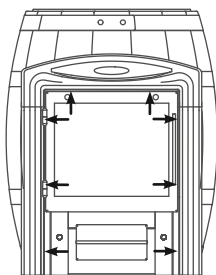

Рисунок 7. Места установки саморезов
1. открутить саморезы 8 шт., которыми прикрепляется рамка с дверцей к топливному каналу, и снять ее (см. рисунок 7);
При необходимости получения горячей воды за более короткий срок, допускается производить разбор воды до ее попадания в бак. Для этого необходимо присоединить трехходовой кран типа «Т» (7) к трубе горячей линии, между верхним штуцером теплообменника и выносным баком в удобном для Вас месте (рисунок 7).